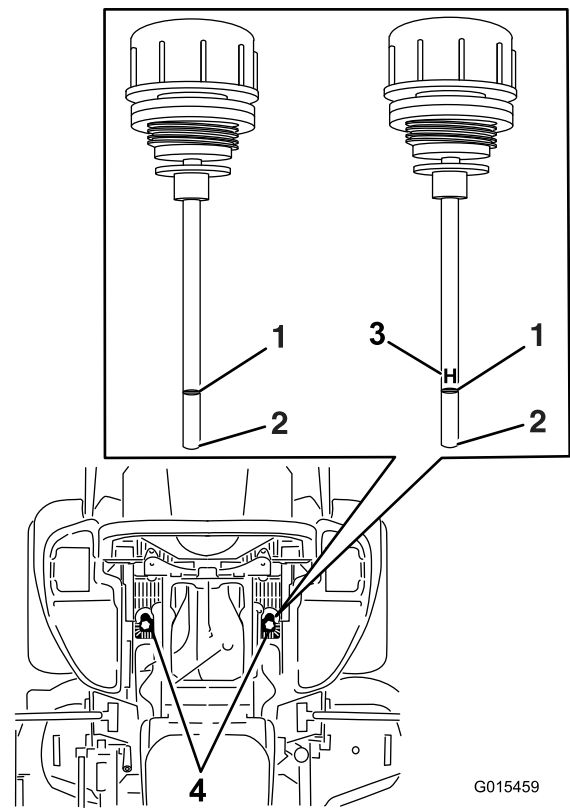

Figura 89
6. Limpie la zona alrededor de las varillas de los depósitos de los sistemas hidráulicos (Figura 89).
7. Retire una varilla del depósito de aceite hidráulico (Figura 89).
9. Retire la varilla e inspeccione el extremo (Figura 89). Si el nivel de aceite está en la marca Add (añadir), vierta lentamente en el depósito hidráulico sólo la cantidad de aceite necesaria para que el nivel llegue hasta la marca de Lleno o H.